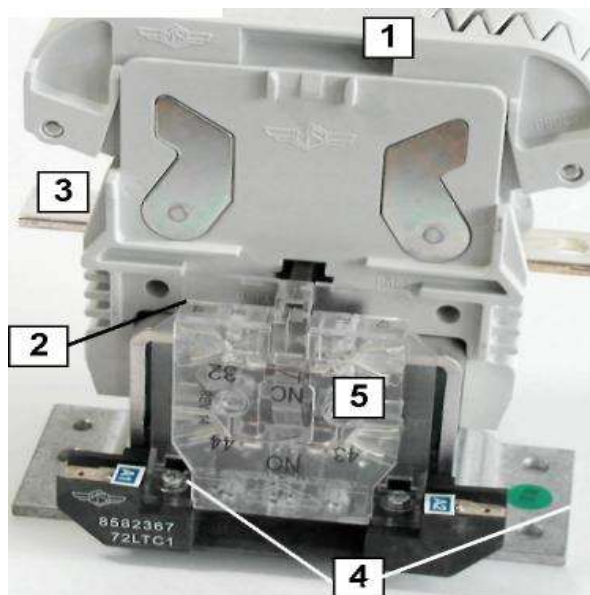

Рис. 5 Общий вид контактора.
Контактор (Рис.5) состоит из следующих элементов: корпус контактора (2), дугогасительная камера(1), силовые клеммы (3), клеммы управляющей катушки (4),блок вспомогательных контактов(5).